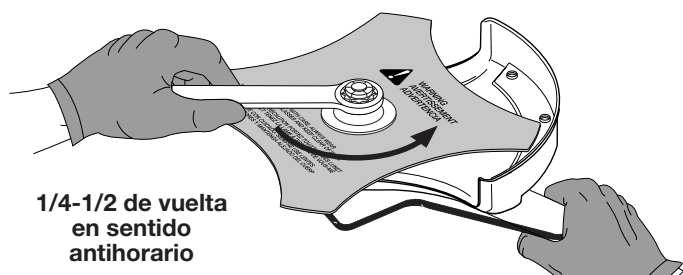

Fig. 12
- Si no tiene una llave de torsión, use una llave de boca cerrada de 13 mm o de casquillo, gire la tuerca hasta que el retén de la cuchilla esté ajustado contra el buje del eje. Verifique que la cuchilla esté bien instalada, luego gire la tuerca 1/4 a 1/2 vuelta más en sentido antihorario (Fig. 12).